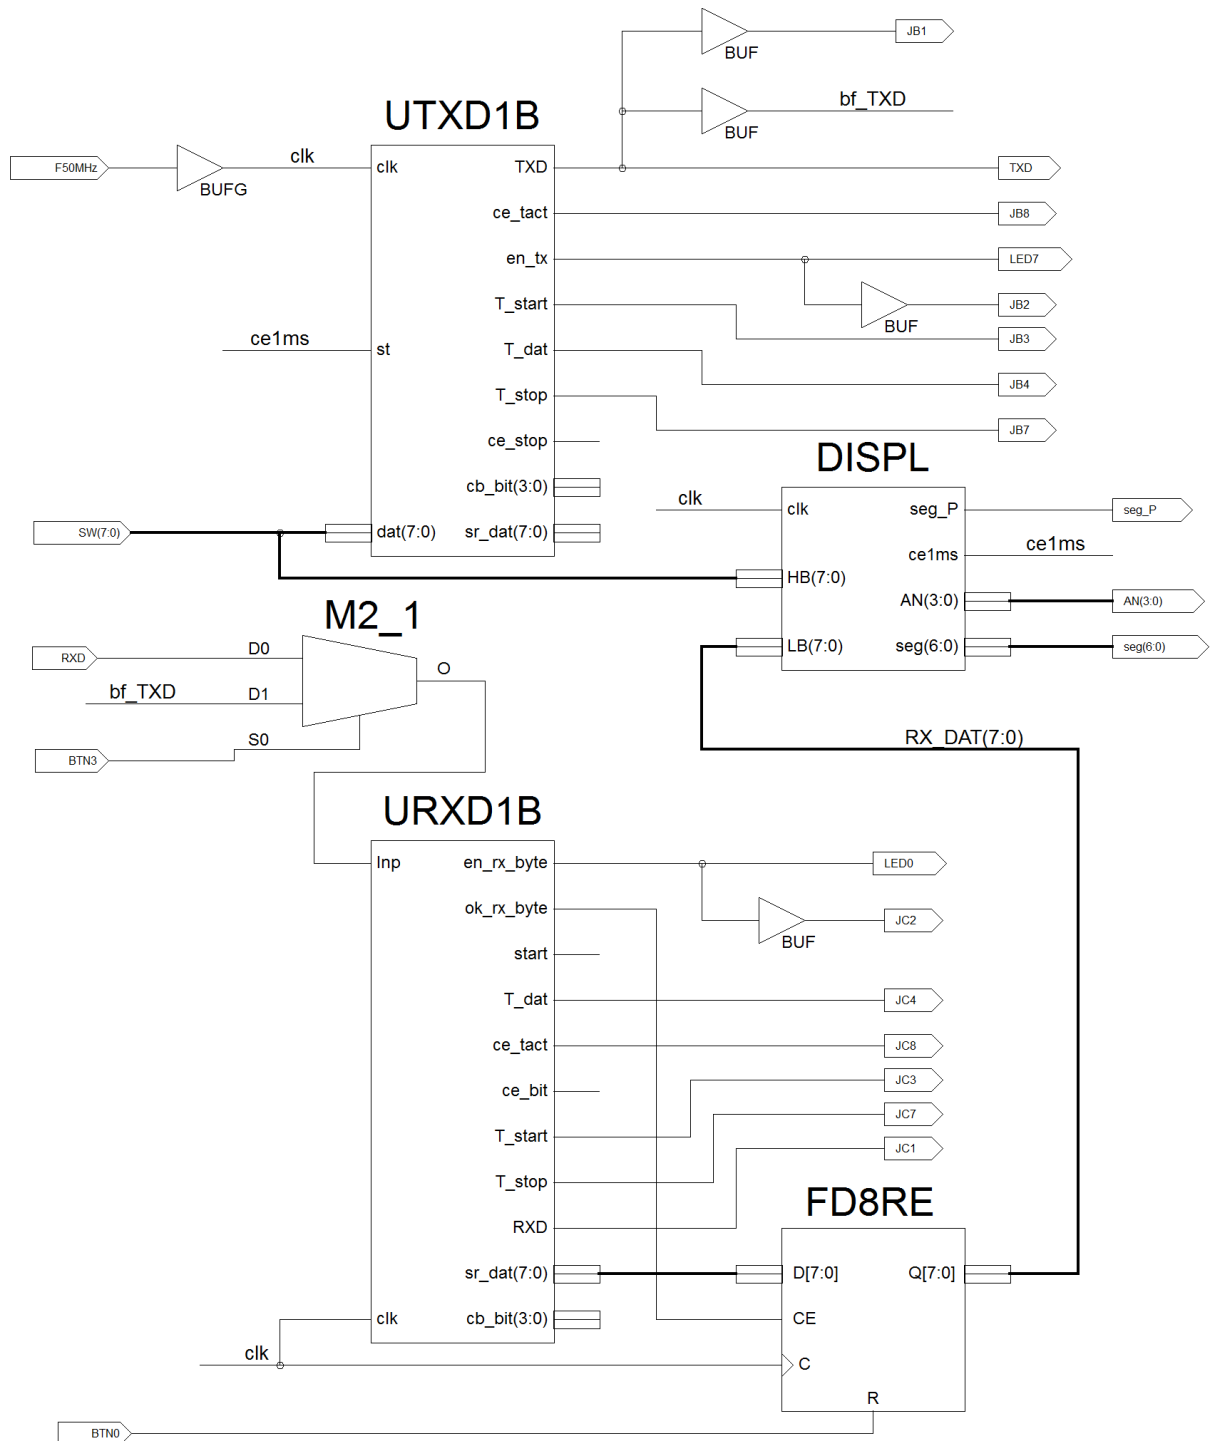

Рис.5 Пример схемы для сдачи работы
4.3 Создать Schematic модуль Sch_LAB404 (см. рис.5).